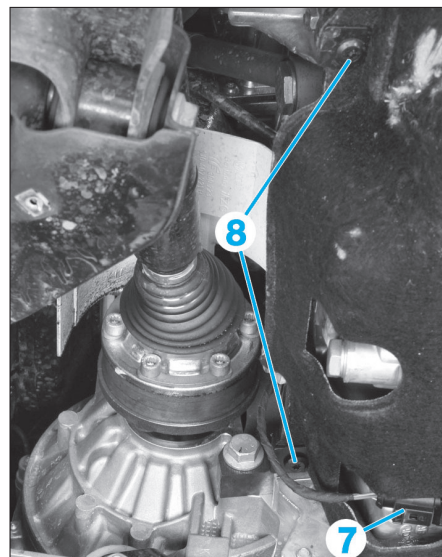
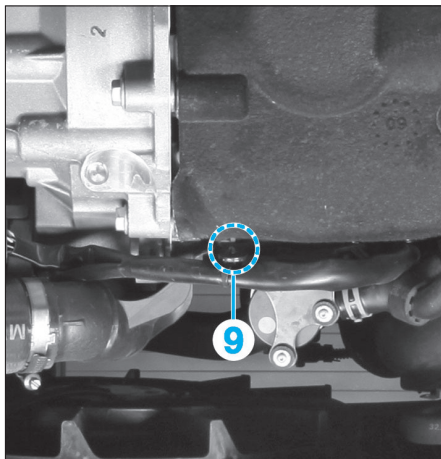

FIG. 36
FIG. 37
- Débrancher le connecteur (7) du transmetteur de niveau d'huile (Fig.36).
- Déposer les fixations (8) (Fig.36) et (9) (Fig.37) de l'insonorisant du carter.